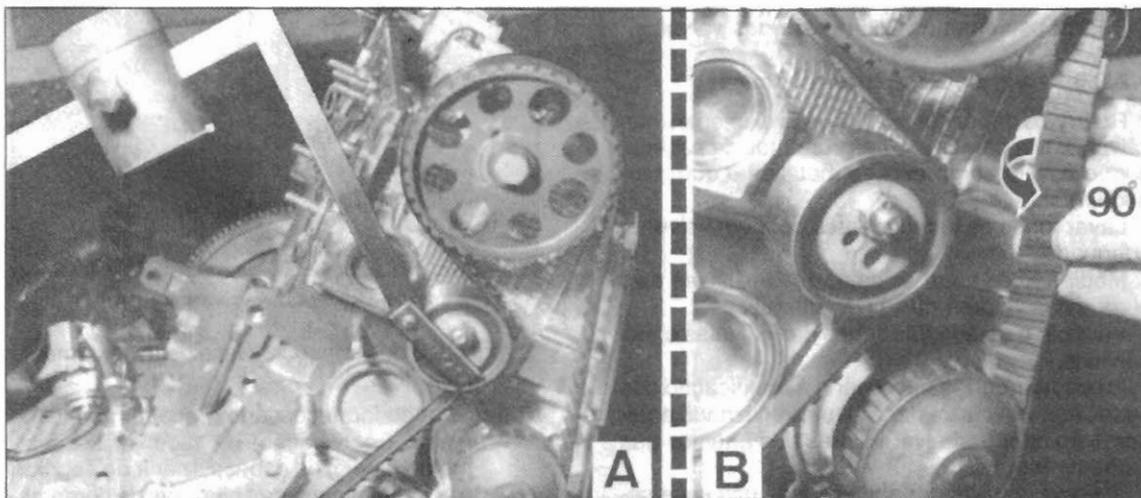

Fig.22 — Regulação da tensão da correia dentada da distribuição
Regular a tensão da correia, com o auxílio da ferramenta específica Fiat "ref. 1 860 745" pré-regulada a 65 mm, "A" (fig.22).
**Nota:** Quando não se dispor da ferramenta específica para a regulação da tensão da correia, efectuar a verificação como indicado em "B" (fig.22) tendo em atenção que a correia interposta entre os dedos polegar e indicador não deve exceder os 90° na torção.